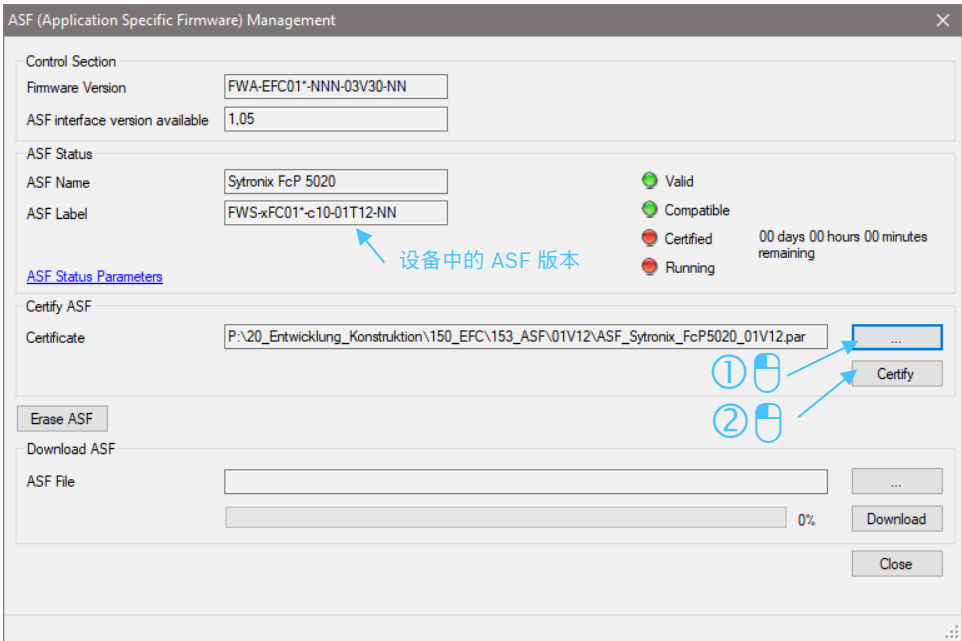

图 16: 许可 ASF 窗口
- ▶ 单击 "..." 导航至 ASF 许可证文件 (\*.par)，然后单击 "验证" 以验证其版本（请参见 图 16: 许可 ASF 窗口）。